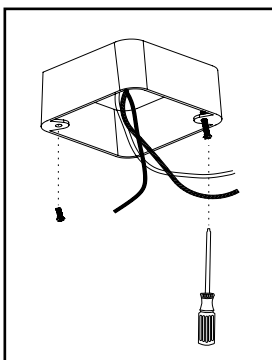

Figure 1
2. Retirez le diffuseur de la plaque de montage et installez partiellement les vis à l'intérieur de la boîte de jonction afin de garder 1/3 à l'extérieur (voir figure 1).